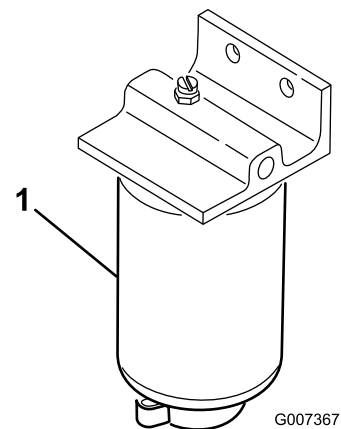

Figura 45
1. Coloque un recipiente limpio debajo del filtro de combustible (Figura 45).
2. Limpie la zona de montaje del cartucho del filtro (Figura 45).